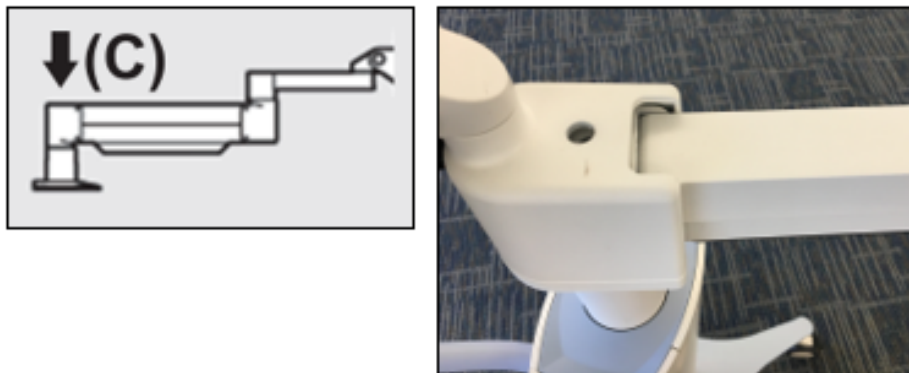

Figura 4-7. Ajuste de la tensión del brazo con el tornillo C de ajuste de resistencia
- Ajuste la tensión del brazo con el **tornillo C de ajuste de resistencia**. Utilice una llave Allen de 7/32" y gire el tornillo C en sentido antihorario hasta que el brazo justo empiece a moverse lentamente hacia arriba. Deber haber un ligero rebote cuando se golpea el brazo ligeramente hacia abajo después del ajuste. Véase la figura 4-7.